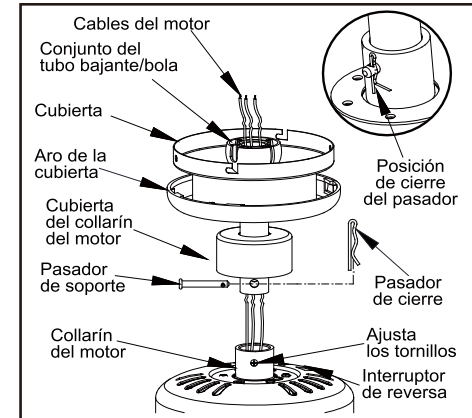

Figura 7
4. Inserta los cables que salen por la parte superior del motor del ventilador, a través de la cubierta decorativa del collarín del motor y enseguida por el aro de la cubierta. Asegúrate de que las ranuras queden en la parte superior. Inserta los cables a través de la cubierta y enseguida a través del conjunto del tubo bajante y bola. (Figura 7)
6. Alinea los orificios en la parte inferior del tubo bajante con los aquellos del collarín en la parte superior de la carcasa de motor. Inserta con cuidado el pasador de soporte a través de los orificios del collarín y del tubo bajante. Ten cuidado de no apretar contra el cableado dentro del tubo bajante. Inserta el pasador de cierre en el orificio cercano al extremo del perno hasta que encaje en su posición, como se muestra en el círculo de la Figura 7.
Este ventilador se envía desde la fábrica con el interruptor de reversa en posición de hacer circular el aire hacia abajo. Si deseas encauzar el flujo de aire en sentido contrario, apaga el ventilador y espera a que las aspas se detengan; enseguida desliza el interruptor de reversa (ubicado en la caja de interruptores, consulta la Figura 7 de la página 4) hacia la dirección opuesta y a continuación vuelve a encender el ventilador. Las aspas del ventilador girarán en sentido contrario e invertirán la corriente de aire.